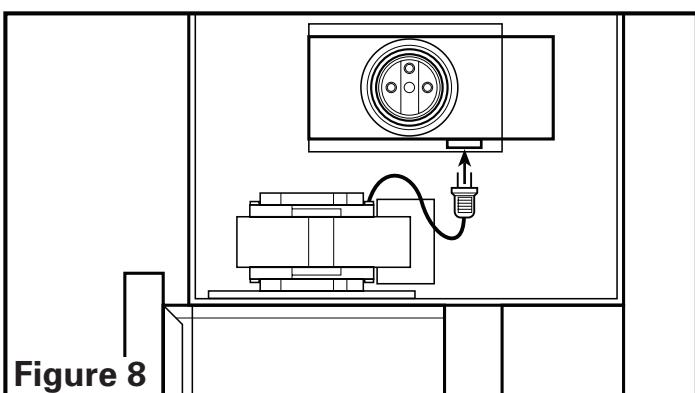

Figure 8
1. Insérer la fiche du ventilateur dans le réceptacle situé sous le socle de lampe (**Figure 8**).